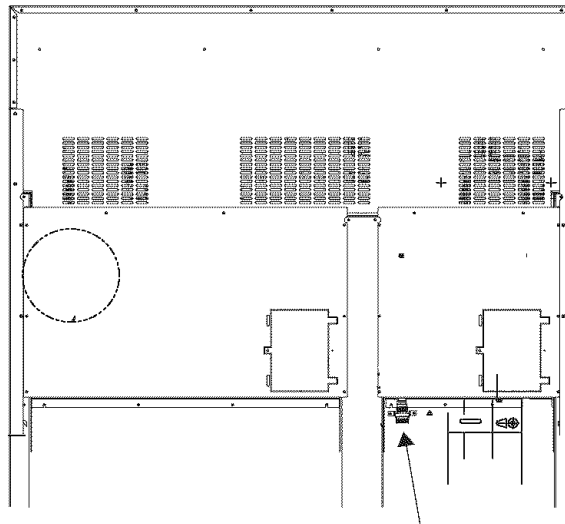

Figure 8: Emplacement de la connexion d'entrée de l'alimentation en gaz sur cuisinières 48 po
- Utilisez le tuyau flexible de 19,1 mm (3/4 po) pour raccorder l'arrivée de gaz au tuyau du collecteur de l'appareil; ce dernier sort du côté supérieur gauche à l'arrière de l'appareil. (Voir Photo A: à la page 17). La canalisation d'alimentation en gaz est située dans la portion inférieure droite des modèles de cuisinières 48 po. (Voir Figure 8). Le raccord du tube du collecteur est un filetage NPT 1/2 po. Prenez garde à éviter les pincements du tuyau flexible de 19,1 mm (3/4 po) dans les coudes. La longueur suggérée est de 48 po. Vérifier avec les codes locaux concernant les exigences.